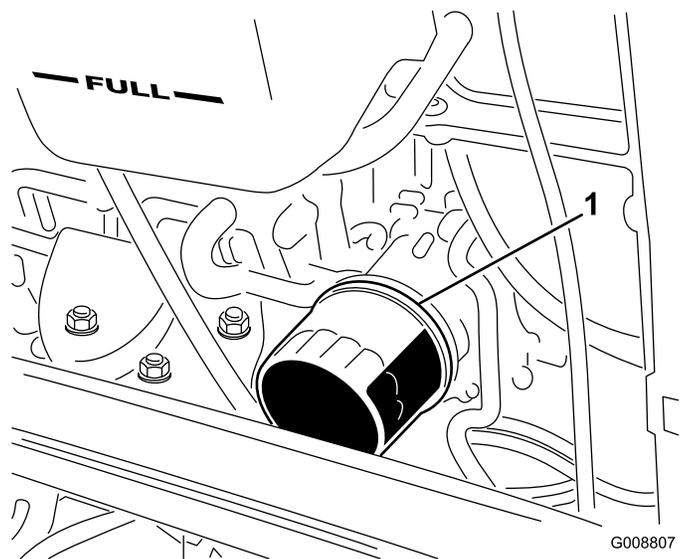

Figura 90
4. Retire el filtro de aceite (Figura 90).